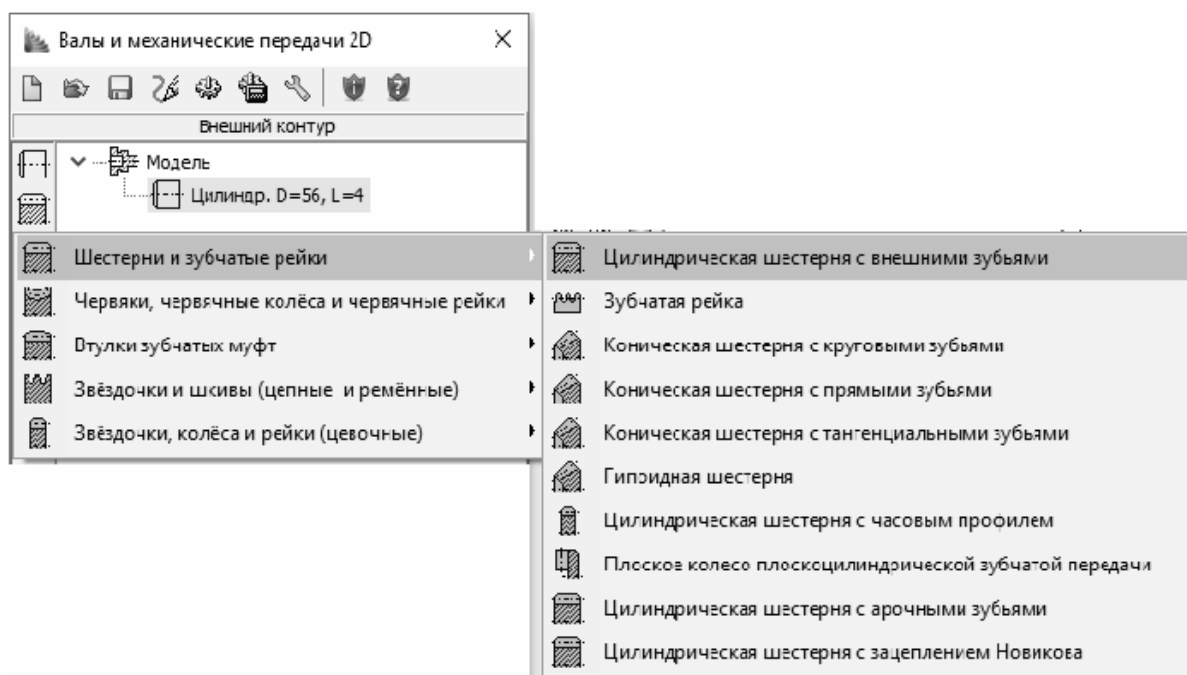

Рис. 14.4. Выбор цилиндрической шестерни с внешними зубьями
4.2. Построение шестерни начинается с выбора команды по следующему пути: «Элементы цилиндрических передач» → «Шестерни и рейки» → «Цилиндрическая шестерня с внешними зубьями» (рис. 14.4).